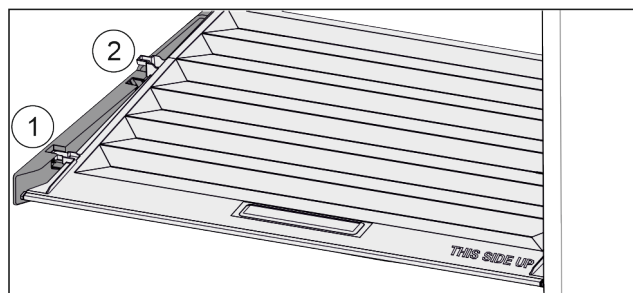

Fig. 102
- ▶ Pokrywę pociągnąć do przodu Fig. 102 (1), aż otworzy się w elementach trzymających.
- ▶ Podnieść tył od dołu i w wyjąć Fig. 102 (2) go do góry.